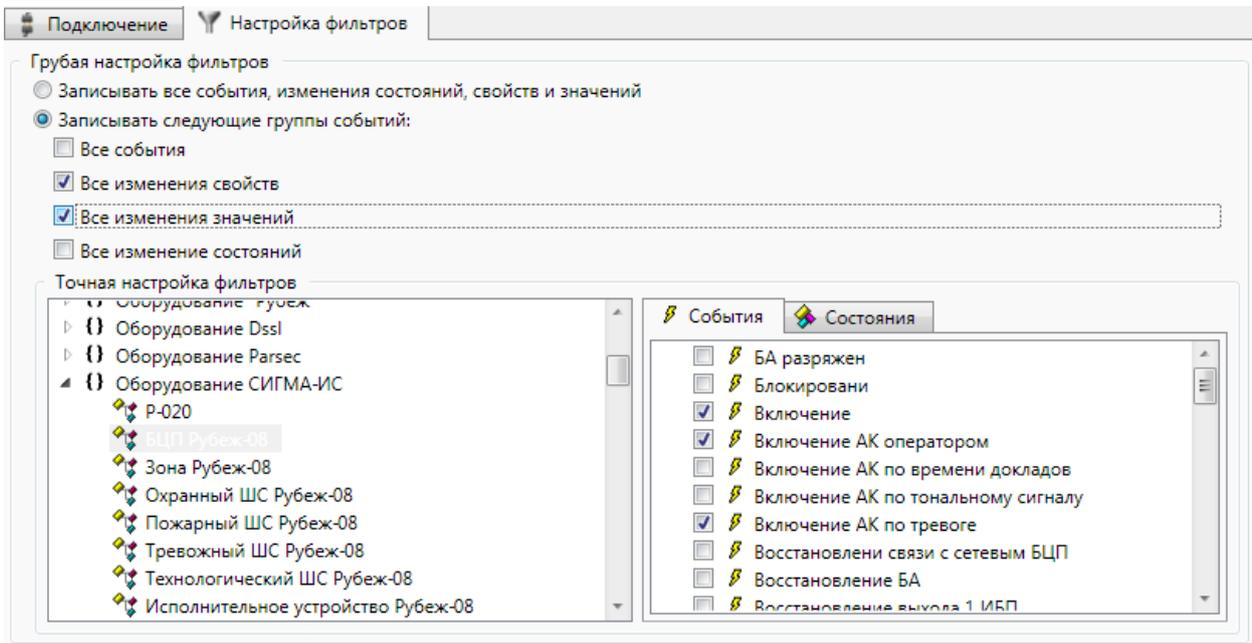

Рис. 123. Окно точной настройки фильтров
3. Выбрать слева в дереве тип и галочками справа пометить события, которые необходимо записывать в БД (Рис. 123):